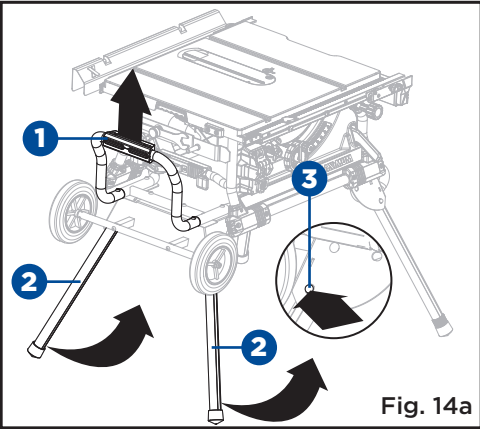

Fig. 14a
REPLIER LE SUPPORT (Fig. 14a-14f)
- Saisissez la poignée béquille du support (1) et soulevez-la jusqu'à ce que deux pattes de support (2) (situées sur le côté des roues) soient soulevées du sol, puis repliez-les (2). Pour ce faire, poussez les goupilles de verrouillage (3) jusqu'à ce qu'elles dégagent les pattes de support (2) des trous, puis faites pivoter les pattes de support (2) vers le haut jusqu'à ce que les pattes de support soient verrouillées avec les goupilles de verrouillage (3) engagées dans les trous. (Fig. 14a)